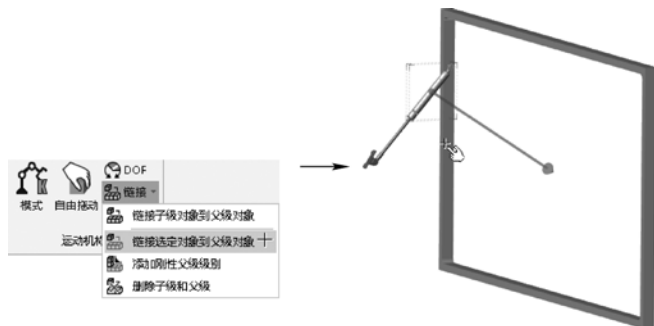

图 8-85 创建气缸到窗框的子-父链接关系
STEP 1 打开本书提供的素材文件“窗户装配体.smg”。首先选择“气缸”角色，然后单击“变换”选项卡“运动机构”栏中的“链接”>“链接选定对象到父级对象”按钮，单击“窗框”角色，创建气缸到窗框的子-父链接关系，如图 8-85 所示。